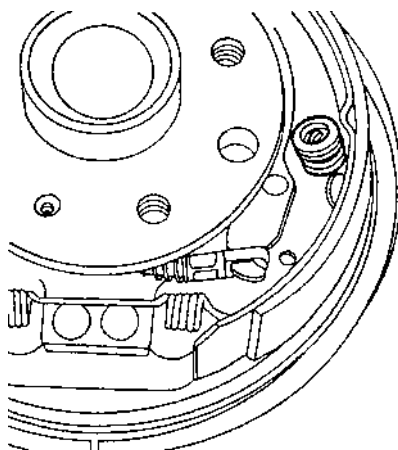

Рис. 7.45.
- сдвинуть заднюю колодку и отсоединить от разжимного рычага трос привода стояночного тормоза (рис. 7.45);
- убедиться в правильности расположения и подсоединения троса привода стояночного тормоза (рис. 7.45);